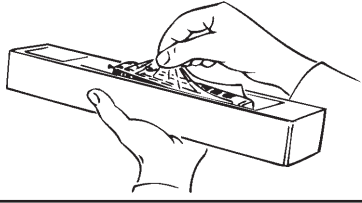

Fig. 2
**Fittings:** Operation is possible with different couplings (fig. 2,). We recommend using the ROCO close coupling.
**Les attelages:** En vue d'une exploitation pratique sur votre réseau vous pouvez choisir parmi plusieurs types d'attelages conformes aux différents systèmes d'attelage pratiqués en H0 (voir fig. 2). Nous vous recommandons l'emploi de **l'attelage court ROCO**.